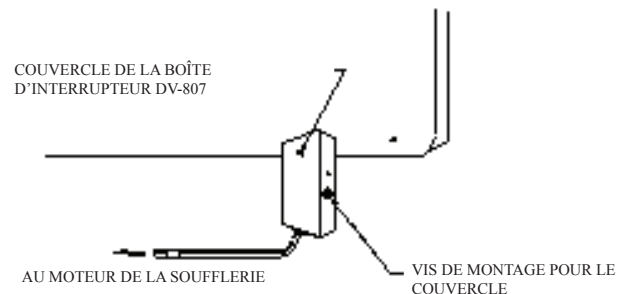

Figure 4
9. Attacher le couvercle de la boîte d'interrupteur à la boîte d'interrupteur en utilisant la vis à tête hexagonale #8 x 1/4" (6mm). (Voir Figure 4)